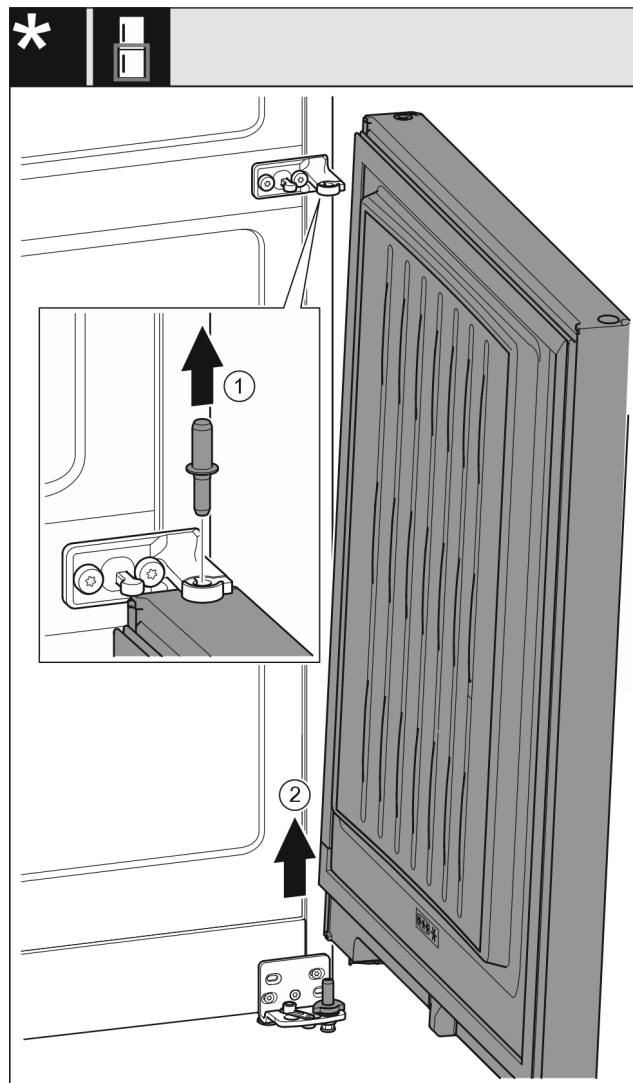

Fig. 8
- ▶ Sworzeń wyjąć w górę. Fig. 8 (1)
- ▶ Drzwi wyjąć pociągając w górę, a następnie odstawić z boku. Fig. 8 (2)